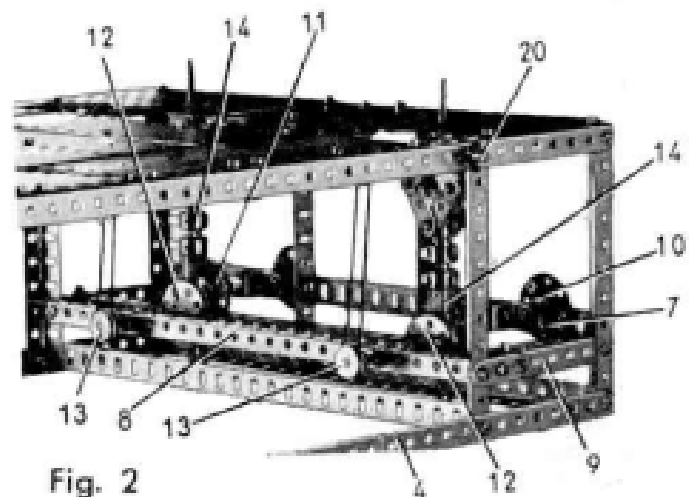

Fig. 2
Le jeu comporte deux voitures commandées chacune par une manivelle (10). Chaque manivelle (10) est composée d'une roue barillet équipée d'une cheville filetée et bloquée à l'extrémité d'une tringle de 75 mm. (fig. 2). Cette tringle est montée dans un bras de manivelle double et un cavalier boulonnés de part et d'autre de la cornière (7). A son extrémité intérieure, la tringle porte une roue de champ de 50 dents (11).